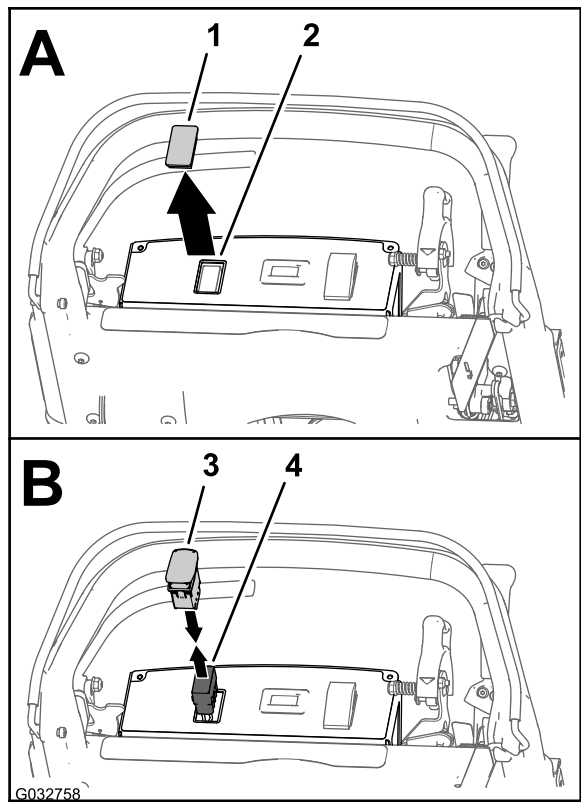

图17
1. 从控制面板左面的开口处拆除插头（图17）。
2. 通过控制面板的开口，从灯组件和小时表线束套件中拉出线束的 10 插槽接头（图17）。
3. 将 2 位摇臂开关的 10 针接头接入灯组件和小时表套件的 10 插槽接头（图17）。